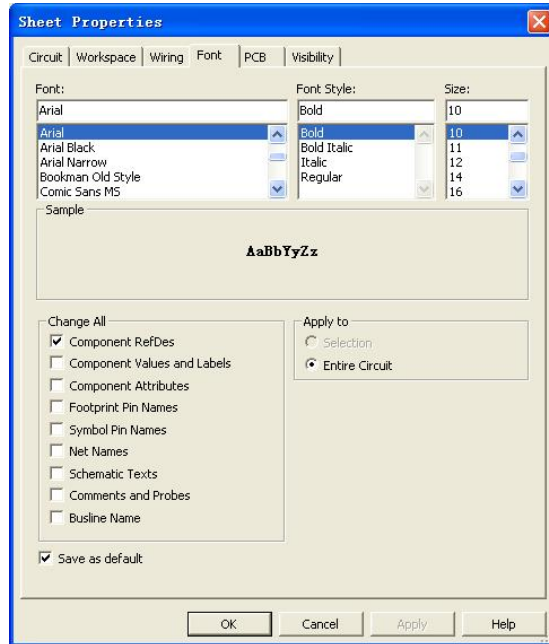

图 1-13 Font 选项卡
- ① Drawing Option: 画图选项。Wire width: 线宽; Bus width: 总线宽度。
- ② Bus Wiring Mode: 总线配线模式。Net (Use net names): 网络 (使用网络名); Busline 总线连线。
- 4) Font: Font 选项卡如图 1-13 所示。